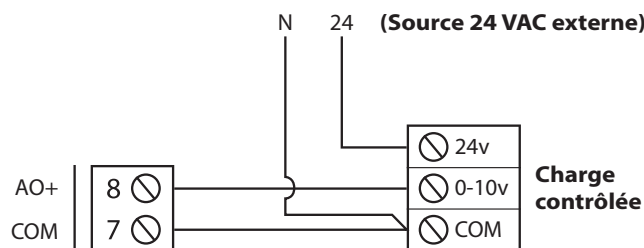

Figure 13 - Raccordement de la sortie analogique (alimentation externe)
- 3) Le VC2000 fournit seulement le signal de contrôle à la charge, qui est alimentée par une source externe (voir Figure 13). Le courant de la source externe doit être connecté au courant du VC2000.